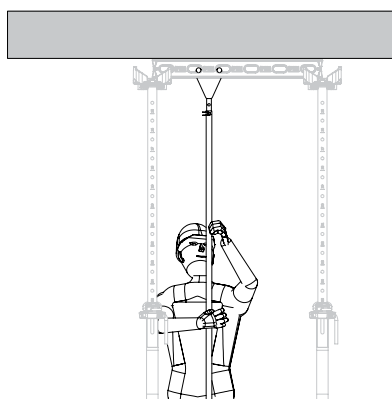

Fig. D5.01a
5. Tirare verso il basso il pannello, quindi puntellarlo nuovamente con l'asta di montaggio. (Fig. D5.01a + D5.01b)
7. Abbassare il pannello DP (10) con l'asta di montaggio DUO (37).